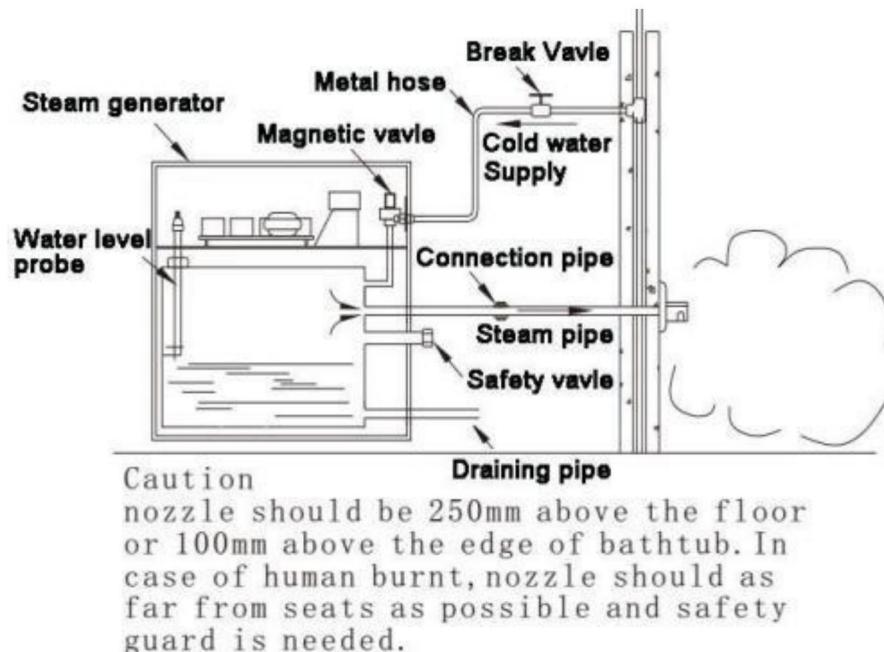

Figure 5 Installation du système de tuyauterie du générateur de vapeur
1. Le tuyau d'arrivée d'eau, un tuyau métallique de 0,5 pouce de diamètre, relie l'arrivée d'eau du générateur et la vanne du système d'alimentation en eau. (Figure 5)
(Il est interdit d'utiliser des tuyaux en métal noir ou galvanisés en cas de rouille et de salissure du mur.) Le tuyau de vapeur ne doit pas mesurer plus de 3 mètres de long. S'il mesure plus de 3 mètres, des travaux spéciaux de conservation de la chaleur doivent être effectués. (Figure 5)